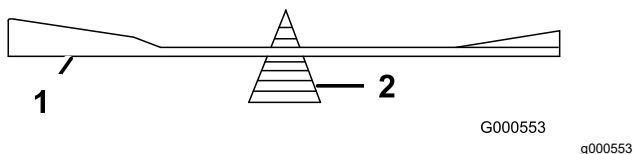

**Figura 64**
1. Utilize uma lima para afiar aresta de corte em ambas as extremidades da lâmina (Figura 64).
**Nota:** Se lâmina não estiver equilibrada, lime algum metal da extremidade da aba apenas (Figura 64).